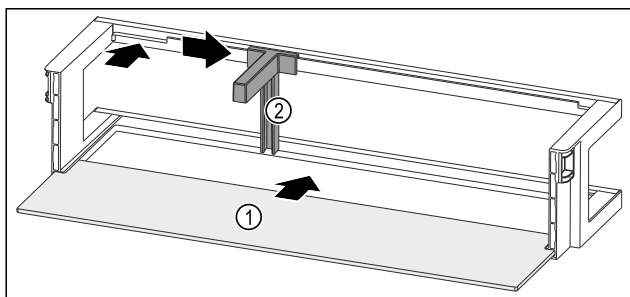

Fig. 226 Balconcino controporta con ripiano
- Inserire il ripiano Fig. 226 (1) negli incavi laterali.
- Inserire il fermabottiglie Fig. 226 (2) nell'incavo.
- Fare scorrere il fermabottiglie Fig. 226 (2) lateralmente alla posizione desiderata.